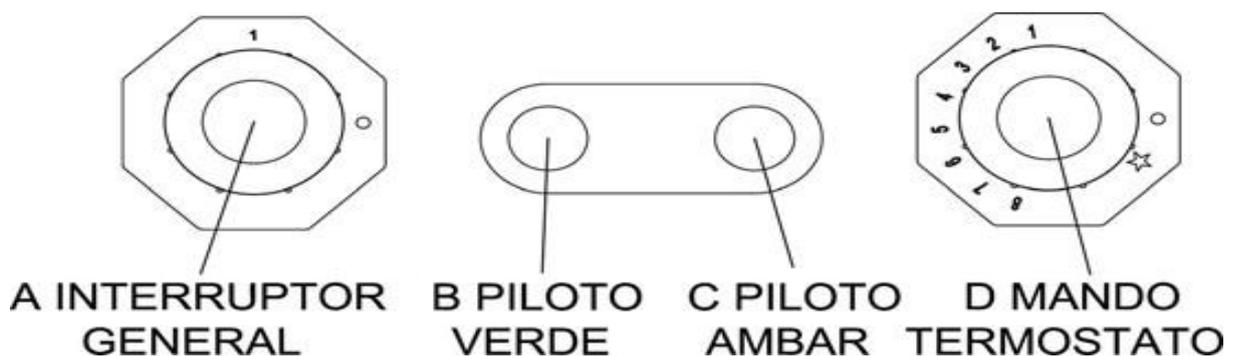

Fig. 1
- . Girar el mando del interruptor general A (Fig.1), en sentido antihorario hasta la posición (1) Se encenderá el piloto de color verde B.
En caso que esto ocurra, dejar que baje la temperatura de la placa 30 - 40 °C y accionar el pulsador del termostato de seguridad que se encuentra en el frontal de mandos. (Fig.1 Pág. 10)